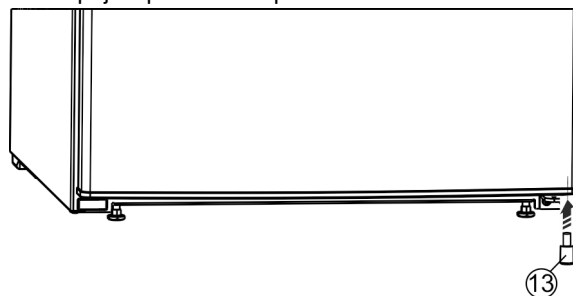

Fig. 8
- ▶ Distanční vložku Fig. 8 (13) opět vsadíte vpravo dole do dveří; je důležitá pro stabilitu přístroje.